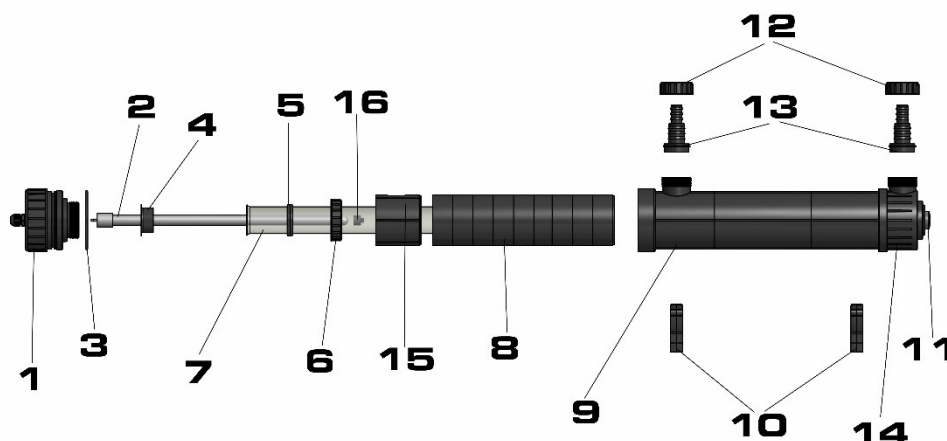

Fig. 1: Helix Max 2.0
- Draaibare verbinding: de verbindingsoening (Fig. 1, No. 14) van de Helix max kan 360° gedraaid worden. Dit maakt een ruimte besparende installatie mogelijk. De uitlaat moet altijd op het hoogste punt liggen zodat het system zich volledig met water kan vullen. Het UV system kan zowel horizontaal als verticaal gemonteerd worden. Indien vertikaal gemonteerd dient de aansluiting met de kap naar boven toe gemonteerd te worden. De doorstroming is van onder naar boven. Indien horizontaal gemonteerd dient er minimaal 1 uitlaat naar boven gemonteerd te worden. Het liefste allebei. Hierdoor kan het system nooit droog vallen, ook niet bij stilvallen van de pomp en daardoor beschadigen.
De Helix Max zijn van transparanten aansluitstukken voorzien. (Fig. 1, No. 11). Dit geeft de mogelijkheid van controle op het functioneren. U ziet daardoor de UV lampen blauw oplichten.